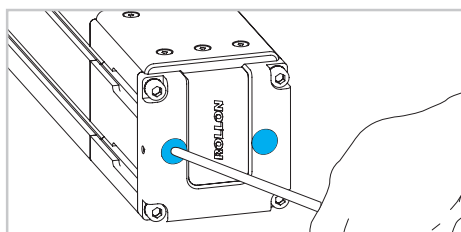

Fig. 9
- 9) Rimuovere le viti del serracinghia (Fig. 9).